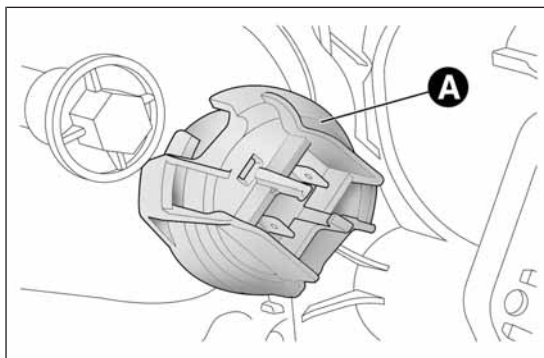

fig. 136
- ☐ quitar la tapa A fig. 136 que protege la lámpara;